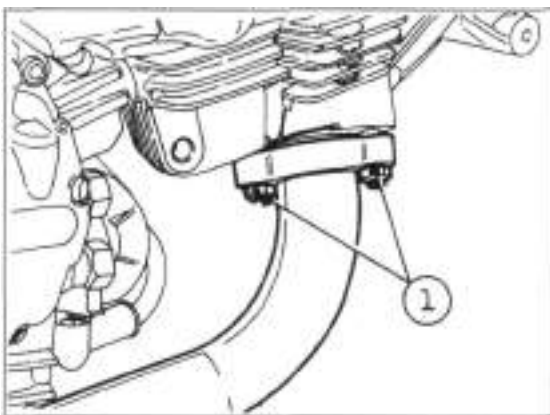

Bild 128
- Die Befestigungsmuttern von Krümmerflansch des liegenden Zylinders ausdrehen und Krümmer abnehmen (Bild 128).